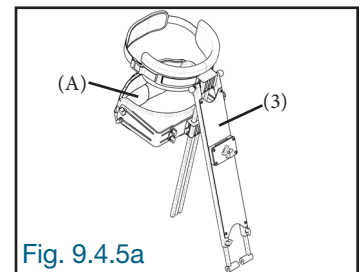
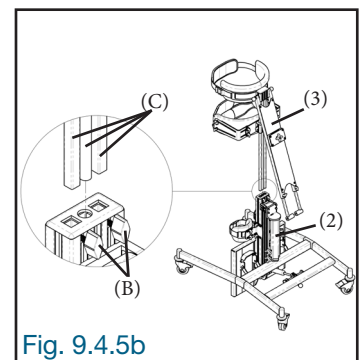

Fig. 9.4.5a
Fig. 9.4.5b
9.4.5 Sur le stabilisateur (3), déplacer la butée des hanches (A) vers le haut afin de libérer la partie inférieure des tiges (Fig. 9.4.5a). Desserrer légèrement les deux boutons de blocage (B) au dos du châssis (2). Insérer les tiges (C) du stabilisateur (3) au châssis (2). Resserrer les boutons de blocage (B) au dos du châssis (2) (Fig. 9.4.5b).